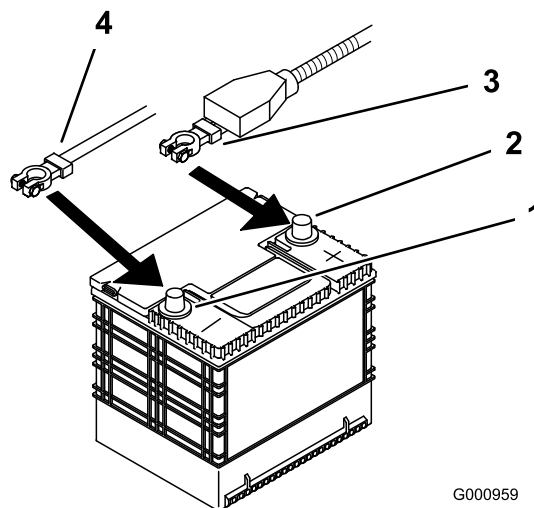

Figure 53
4. Commencez par débrancher le câble négatif de la batterie de la borne négative (-) de la batterie (Figure 53).
5. Enlevez le capuchon rouge de la borne positive (rouge) de la batterie. Débranchez ensuite le câble positif (rouge) de la batterie (Figure 53).
4. Fixez les câbles à l'aide de 2 boulons (1/4 x 3/4 po), 2 rondelles (1/4 po) et 2 contre-écrous (1/4 po) (Figure 53).